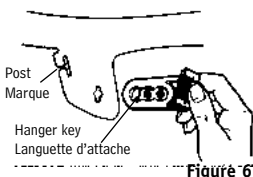

Figure 6
The headband may be raised or lowered in the front and/or back by repositioning the hanger keys (Figures 6 and 7).
2. Rotate hanger key 90° in either direction until hole in hanger key aligns with post on headband. Pull key away from headband (Figure 6).
Il est possible de soulever ou d'abaisser le serre-tête à l'avant ou à l'arrière de la coiffe en repositionnant les languettes d'attache (Figures 6 et 7).
2. Tourner la languette d'attache de 90° dans l'une ou l'autre direction jusqu'à ce que le trou sur la languette soit aligné à la marque sur le serre-tête. Éloigner l'attache du serre-tête (Figure 6).